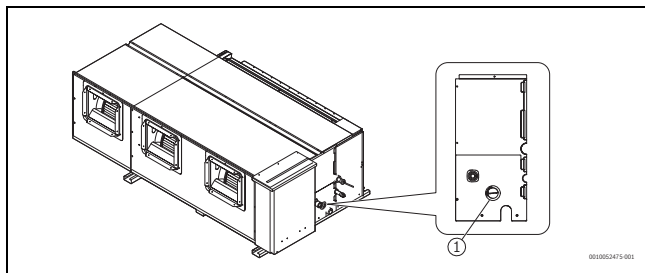

fig. 229
- ▶ Hapni kapakun e ujit të provës (→ Fig. 229) në trupin e pajisjes duhet të zhvidhohet gjatë provës së shkarkimit për të kontrolluar nëse pompa e shkarkimit është e ndezur dhe nëse ka ndonjë problem me pompën e shkarkimit.